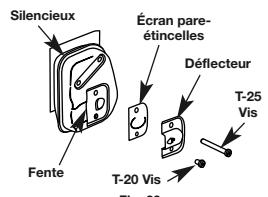

Fig. 39
- Retirez la vis retenant le couvercle du pare-étincelles au silencieux à l'aide d'un tournevis à lame plate ou à mèche no. T-20 Torx et no. T-25 Torx (Fig. 39).